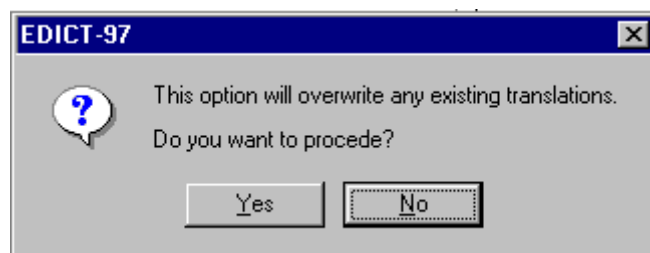

Fig. 13.55
- d. Appuyer sur le bouton Import de l'éditeur de langue pour charger le fichier texte. Une boîte de dialogue vous préviendra que l'importation d'un fichier écrasera la traduction existante. Voir Fig. 13.55. Appuyer sur le bouton Yes pour poursuivre.